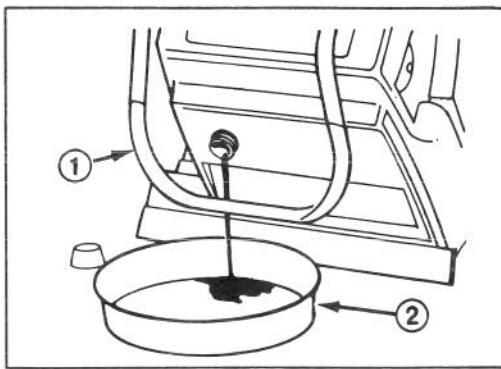

Fig. 16
1. Drenate il carburante dal serbatoio (Fig. 16).
1. DRENATE LA BENZINA (Fig. 16)—Togliete il tappo del serbatoio di carburante dello sgombraneve. Incline la macchina in avanti con cautela e lasciate uscire tutta la benzina in un recipiente largo. Raddrizzate la macchina e rimettete il tappo del serbatoio. Asciugate il carburante rovesciato fuori e versate la benzina in un contenitore idoneo.